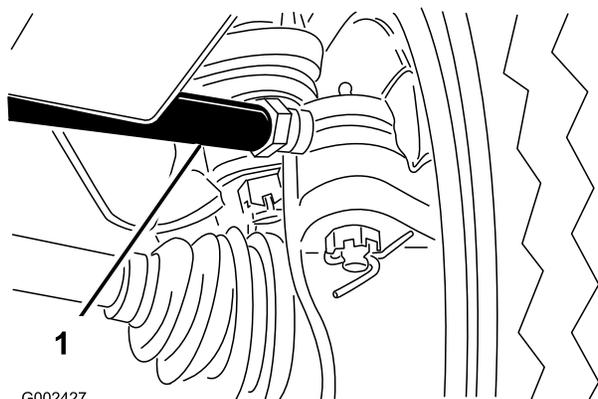

Figure 58
- Sur la roue avant gauche, desserrez les écrous de blocage aux deux extrémités du tendeur (Figure 58).